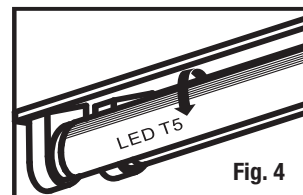

Fig. 4
5. Rotate the LED lamp until the lamp locks in place. Make sure that the front of the LED lamp points towards the opposite side of the back of the luminaire (Fig. 4).
5. Tourner la lampe DEL jusqu'à ce qu'elle se verrouille en place. Assurez-vous que l'avant de la lampe DEL est orienté à l'opposé du dos du luminaire (Fig. 4).